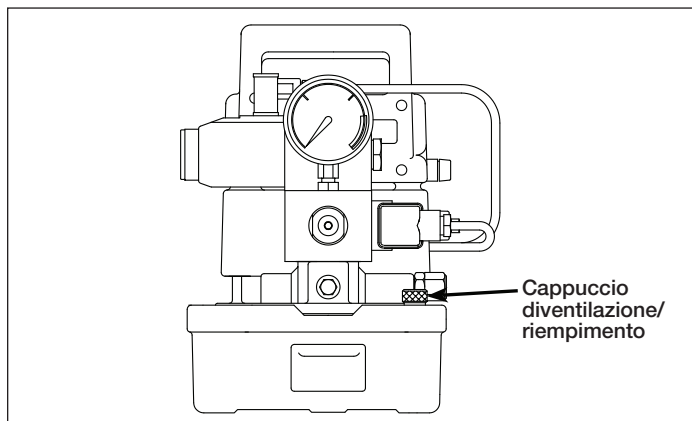

Figura 4, Cappuccio di ventilazione/riempimento
Controllare il livello dell'olio svitando e togliendo il tappo di aerazione/riempimento (vedere la Figura 4).
3. Aprire il cappuccino di ventilazione e riempimento del serbatoio della pompa situato nell'angolo anteriore destro del serbatoio facendogli fare da 1 a 2 giri completi (vedere la Figura 4).